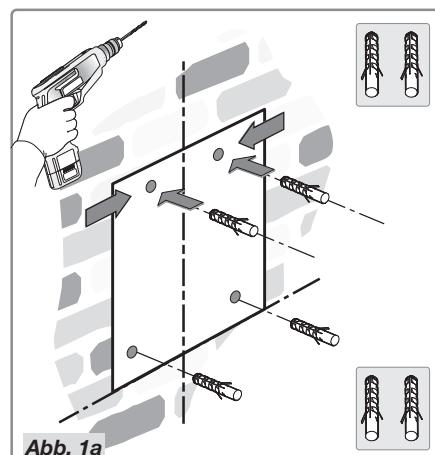

Abb. 1a
- Halten Sie die Schablone gegen die Wand und sorgen Sie dafür, dass ihr Umriss mit dem vorher auf die Wand gezeichneten Umriss übereinstimmt. Zeichen Sie die Position der Bohrlöcher ein und bohren Sie die Löcher (Abb. 1a).